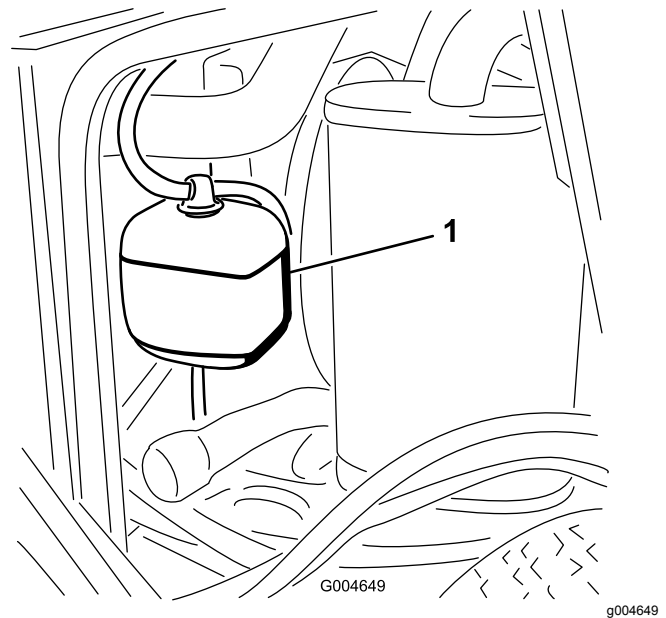

Figura 43
1. Compruebe el nivel de refrigerante en el depósito de expansión (Figura 43).